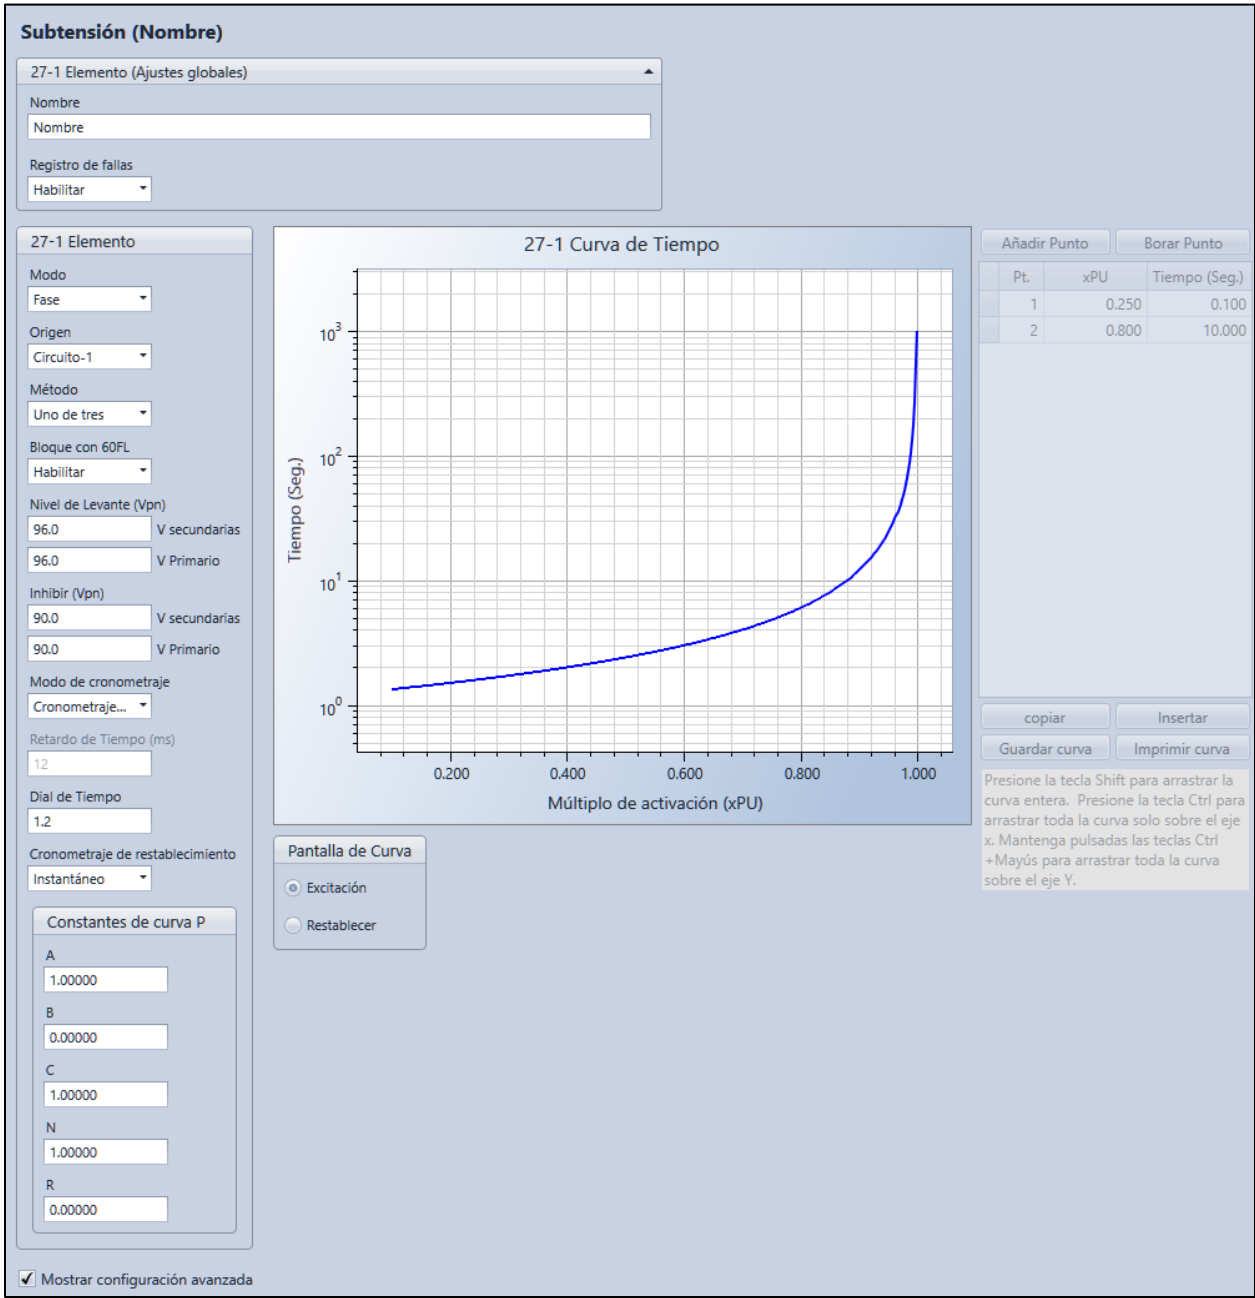

Figura 18-2. Pantalla de Ajustes de la subtensión
Los ajustes de funcionamiento del elemento de subtensión están configurados en la pantalla Ajustes de Subtensión (27) (Figura 18-2) en BESTCOMSP^{lus}.